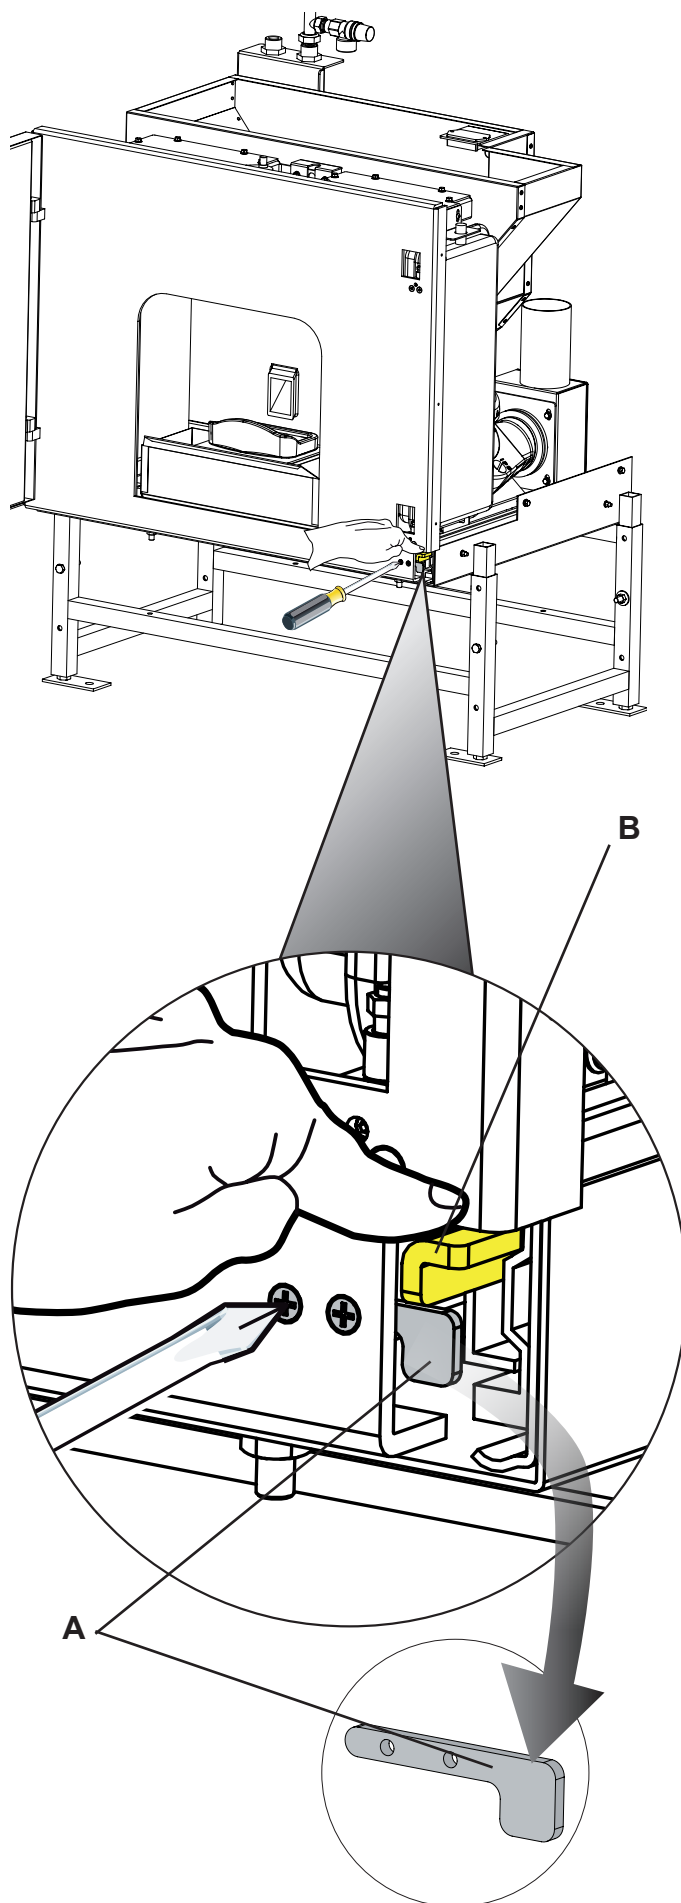

Fig. 6.3
Den Heizofen gemäß (Abb. 6.3) entnehmen:
2. Den Sicherheitsbügel (A - Abb. 6.3) durch das Abschrauben der Befestigungsschrauben entfernen.
3. Den Hebel für die Freigabe des Gleitmechanismus (B - Abb. 6.3) absenken.
- Den Hebel für die Freigabe des Gleitmechanismus (B - Abb. 6.3) absenken.
- Den Sicherheitsbügel (A - Abb. 6.3) durch das Abschrauben der Befestigungsschrauben entfernen.
- Den Sicherheitsbügel mit den beiden Schrauben befestigen (A - Abb. 6.3).